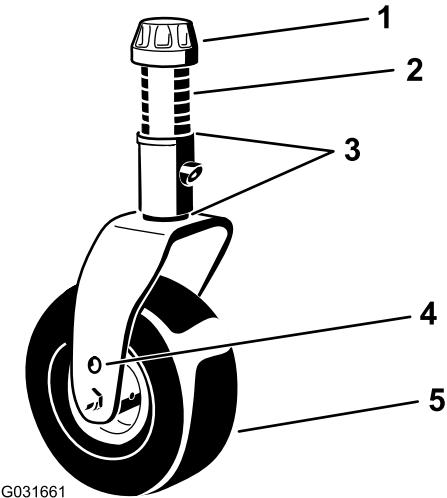

図 27
- キャスタスピンドルシャフトからテンショニングキャップを取り外し、キャスター アームからキャスター シャフトを抜き出す図 27。